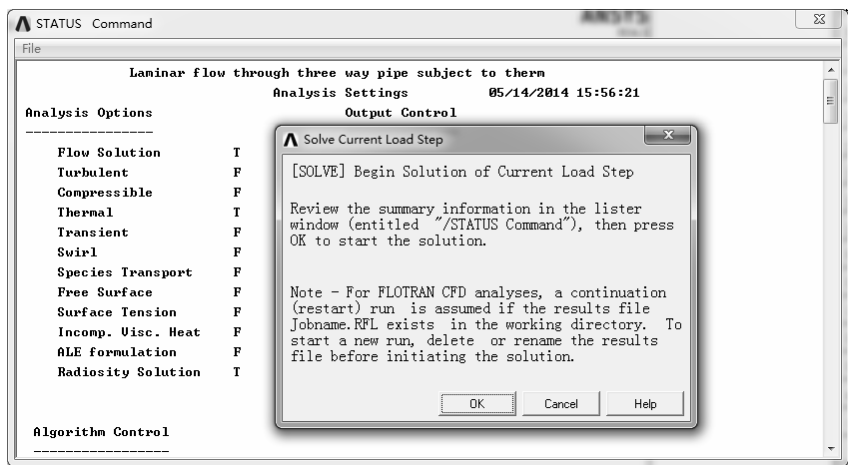

图 10-69 求解信息窗口
- 1) 选择“Main Menu>Solution>Solve>Current LS”命令，将弹出图 10-69 所示的求解信息窗口，其中“Solve Current Load Step”窗口显示所要计算模型的求解信息和载荷步信息。